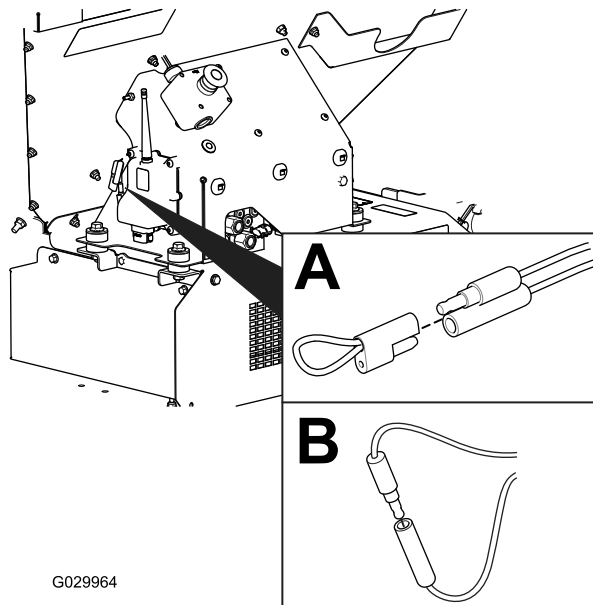

Рисунок 59
2. Снимите привязанную крышку с двух диагностических замыкающих разъемов (Рисунок 59, А).
3. Соедините диагностические замыкающие разъемы друг с другом (Рисунок 59, В).
2. Отсоедините диагностические перемычки \(Рисунок 59, В\).
3. Наденьте привязанную крышку на два диагностических разъема \(Рисунок 59, А\).